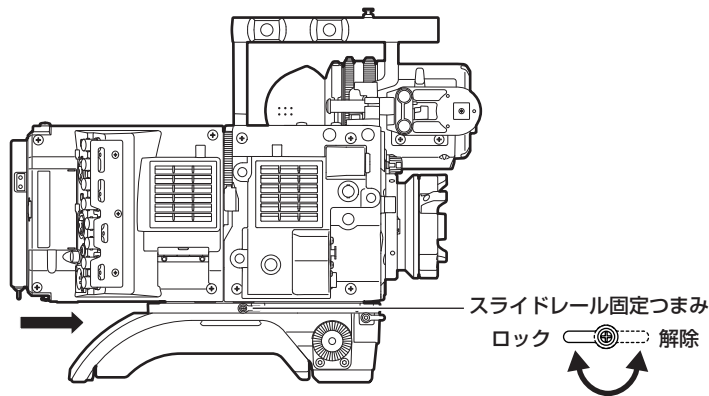

図 3
- 4 カメラ本体をショルダーマウントモジュールの溝に沿って後方からカチッと音がするまで前方にスライドさせる。(図 3)